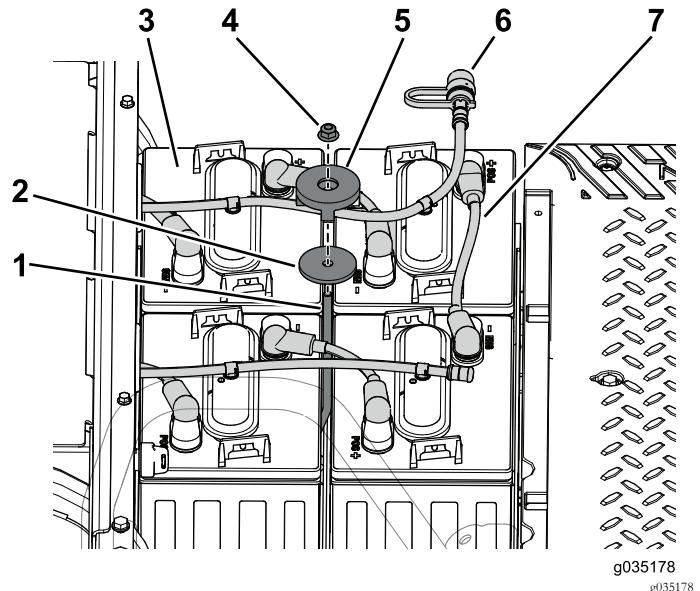

图98
2. 使用压紧装置杆、垫圈、压紧装置和锁紧螺母将电池固定到电池托盘上 图98。
3. 将电池接线连接到电池的正极 (+) 端子 图98。
1. 将 4 个电池安装到电池托盘中 图98。
6. 将浇水室安装到电池上图98。